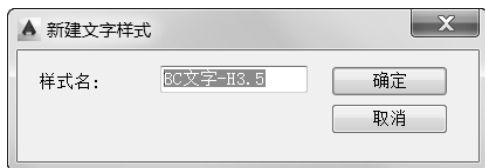

图 5-2 “新建文字样式”对话框
4) 在“新建文字样式”对话框中的“样式名”框中输入“BC 文字-H3.5”，如图 5-2 所示，然后单击“确定”按钮，返回到“文字样式”对话框，此时新建的“BC 文字-H3.5”文字样式的名称显示在“样式”列表中，并且该新文字样式处于被选中的状态。